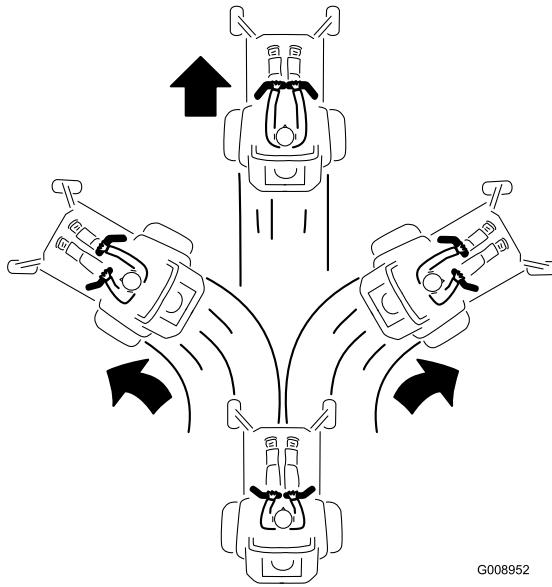

Figura 22
2. Para ir hacia adelante, empuje lentamente las palancas de control de movimiento hacia adelante (Figura 22).